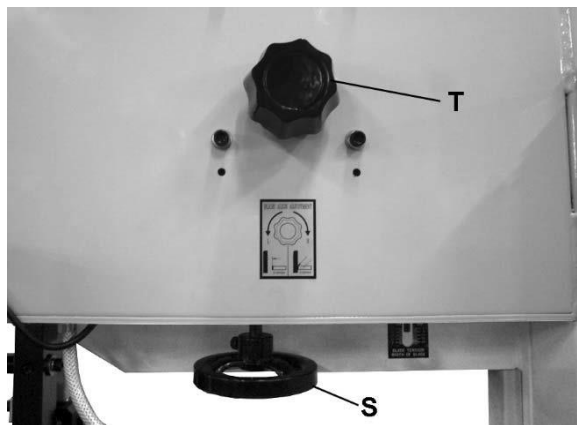

Рис. 5.
**Маховик натяжения ленточного полотна (S, Рис. 5)** – находится на нижней поверхности верхней рамы. Для натяжения полотна поворачивайте маховик по часовой стрелке; для ослабления – против часовой стрелки.
**Маховик регулировки хода полотна (T, Рис. 5)** – находится с обратной стороны станка в его верхней части. Чтобы сдвинуть полотно к передней стороне шкива, поворачивайте ручку по часовой стрелке. Чтобы сдвинуть полотно к задней стороне шкива, поворачивайте ручку против часовой стрелки.
3. Чтобы увеличить натяжение полотна, поворачивайте маховик (S, Рис. 5) по часовой